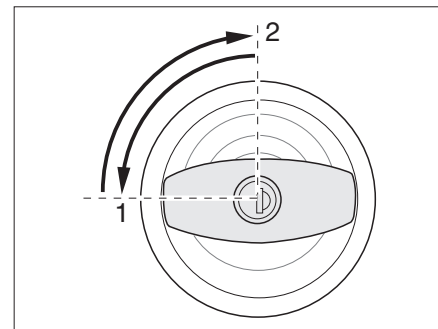

Fig. 20 Cerradura de la puerta de entrada, en el exterior, bloquear
- Introducir la llave en el cilindro de cierre y girarla un cuarto de vuelta en sentido contrario a las agujas del reloj (Fig. 20,1).
- Girar hacia atrás la llave a la posición central (Fig. 20,2) y extraerla.